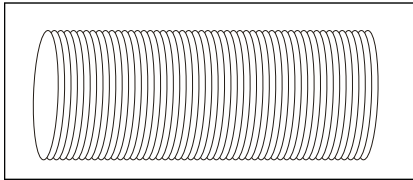

Fig. 3
1. Ta luftkanalen ut av emballasjen (Fig. 3).